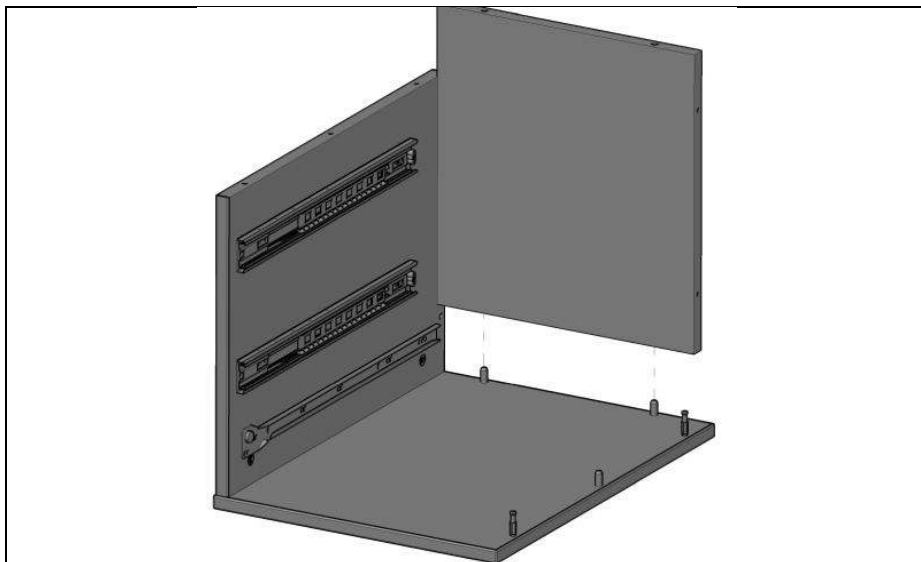

Рис. 7
4.1.7. В сборку по п. 4.1.6. сверху установить стенку заднюю (поз. 6) (см. рис. 7), и соединить стенку боковую правую со стенкой задней при помощи винтов конфирмат KON7,0x50 (поз. 1, пакет №34а). Винты конфирмат KON7,0x50 закрыть заглушками конфирмата (поз. 2, пакет №34а) (см. рис. 7а).
Рис. 7а